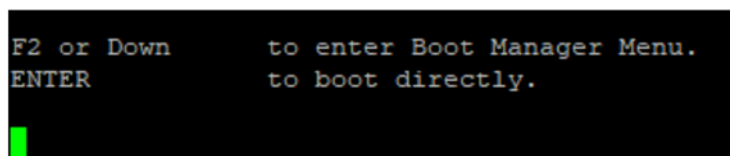

Рисунок 5 – Вход в меню BIOS
2.7.5.1 Для того, чтобы зайти в меню BIOS, во время загрузки нужно нажать клавишу «F2» или «Down» на клавиатуре или в терминале (Рисунок 5).